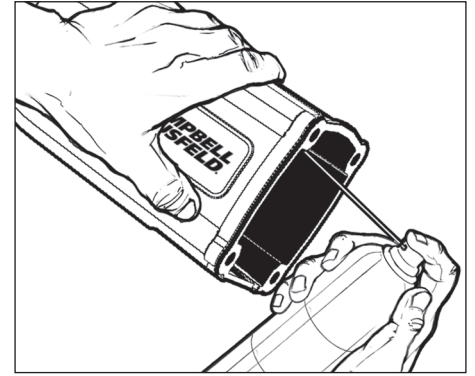

Figura 11
2. Con el ensamble del motor girado hacia arriba, rocíe una abundante cantidad de limpiador desengrasante dentro de la camisa y la cámara de combustión (vea la Figura 11). Deje que el exceso de limpiador desengrasante, suciedad, y desechos se drenen sobre un trapo.